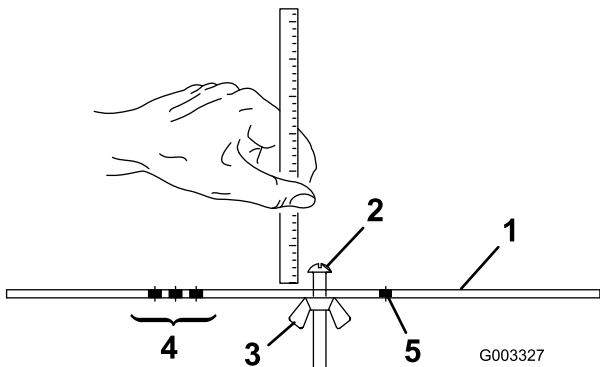

Figura 20
- 2. Desaperte a porca da barra indicadora (Figura 20) e regule o parafuso de ajuste para a altura de corte desejada. A altura de corte corresponde à distância entre a parte inferior da cabeça do parafuso e a superfície da barra.